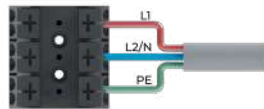

Figura 12
- Retire aproximadamente 6 mm da isolamento de cada um dos 3 fios (L1, L2, PE) e insira os condutores no conector de conexão rápida como mostra a figura 12. Verifique se os fios estão bem conectados e a isolamento dos fios estão dentro dos conectores.